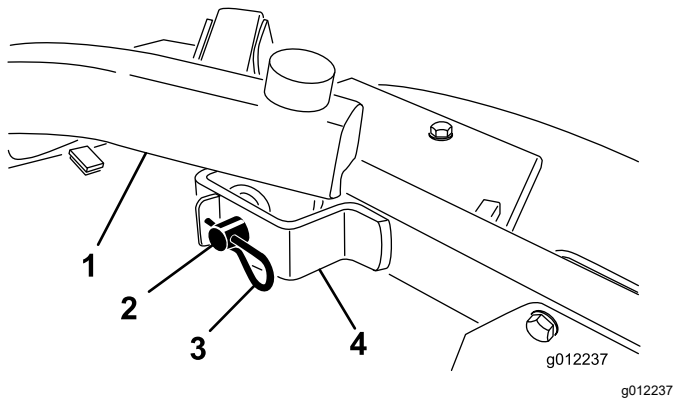

图 24
2. 拆下将提升臂固定至脚轮臂支架的发卡销、开口销和柱销图 24。